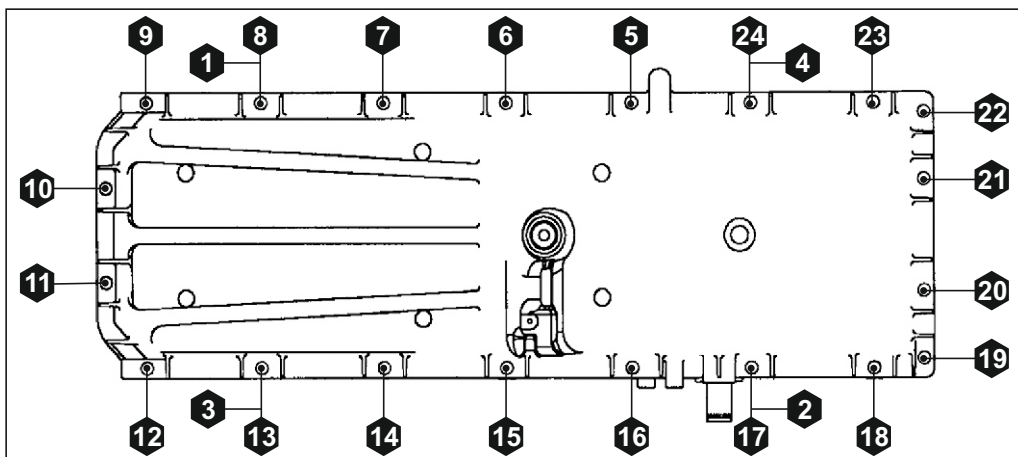

Рис. 119. Порядок затяжки болтов крепления картера масляного.
6. Завернуть гайки согласно порядку, указанному на Рис. 119, и затянуть моментом  $M_{кр} = 20 \pm 4$  Нм.